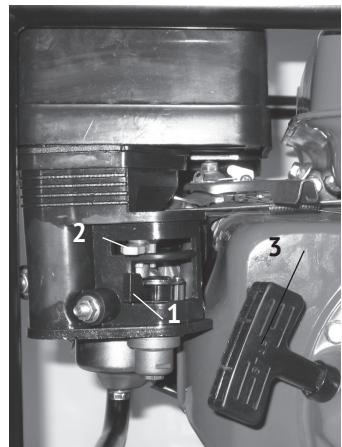

рис. 3
- открыть топливный кран (рис.3 поз.1) – крайнее правое положение;
- установить рычаг управления воздушной заслонкой (рис.3 поз.2) в крайнее левое положение – «закрыто» при пуске холодного двигателя, или в промежуточное положение при прогретом двигателе;
- медленно потянуть рукоятку стартёра (рис.3 поз.3) до появления сопротивления, затем энергично вытянуть её, преодолевая компрессию, на 2/3 длины шнура;